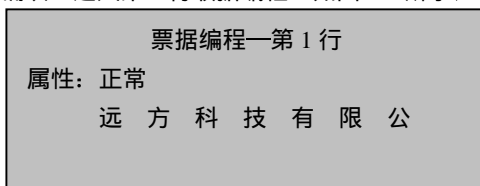

图 3-9
- 2) 按“小计”确认，进入第 1 行收据编程，如图 3-9 所示；